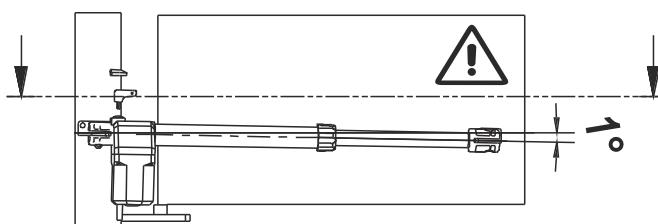

FIG. 3
- 3 - Positionner le motoréducteur et s'assurer qu'il soit incliné environ 1° ( FIG. 3).